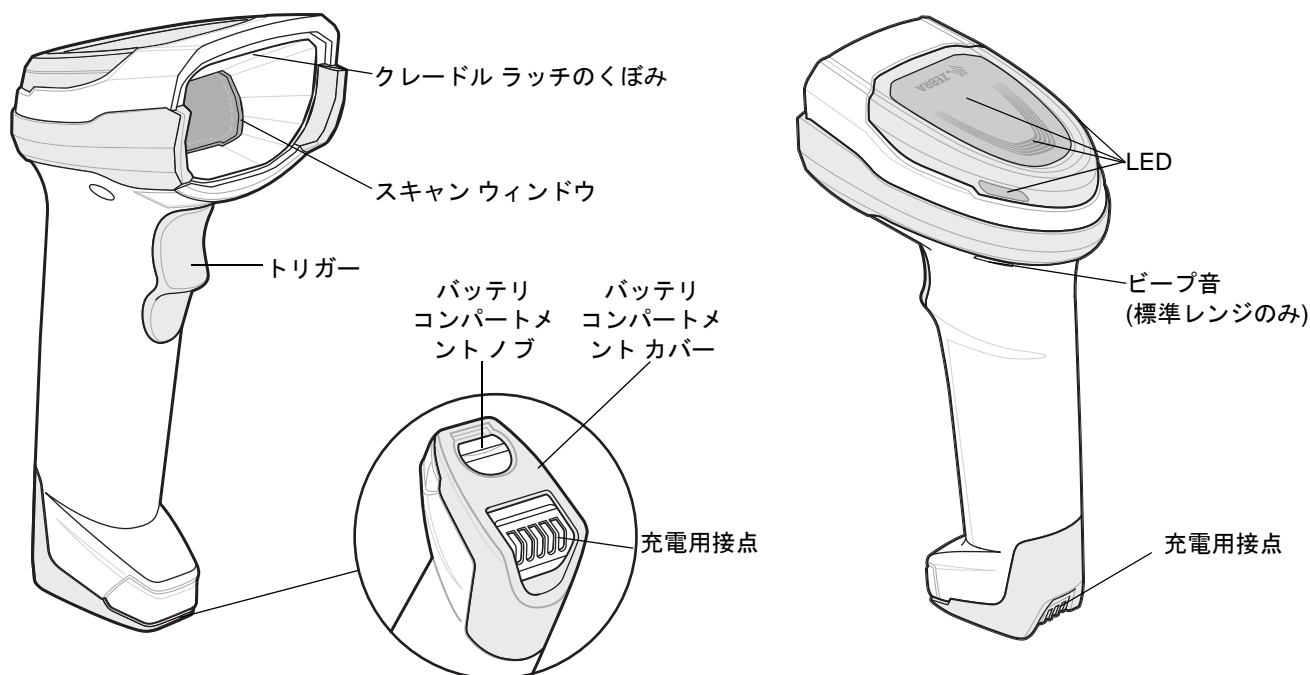

図 1-1 デジタル スキャナ機能
1. まずスキャナをクレードル上面に挿入し、クレードル ラッチのくぼみが (1-2 ページの図 1-1 を参照してください) クレードルのスキャナ ラッチに接続したことを確認します。